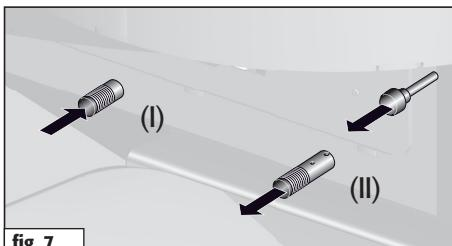

fig. 7
Primaire lucht en secundaire lucht instellen	Schuif voor primaire lucht (I) sluiten. Zet de schuif van de secundaire lucht (II) op markering 2-3. (fig. 7)